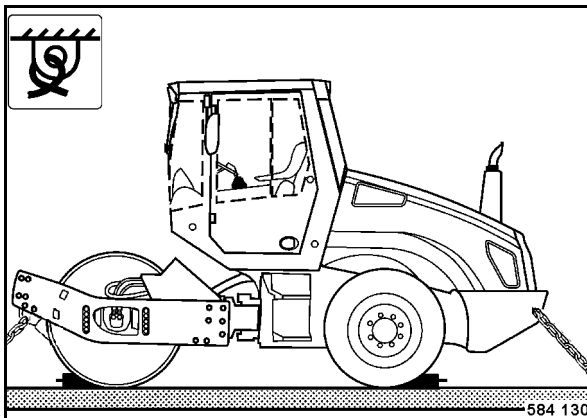

Fig. 85
- Atar la máquina en el medio de transporte (Fig. 85) fijando el atado en las cuatro armellas del bastidor delantero y trasero.